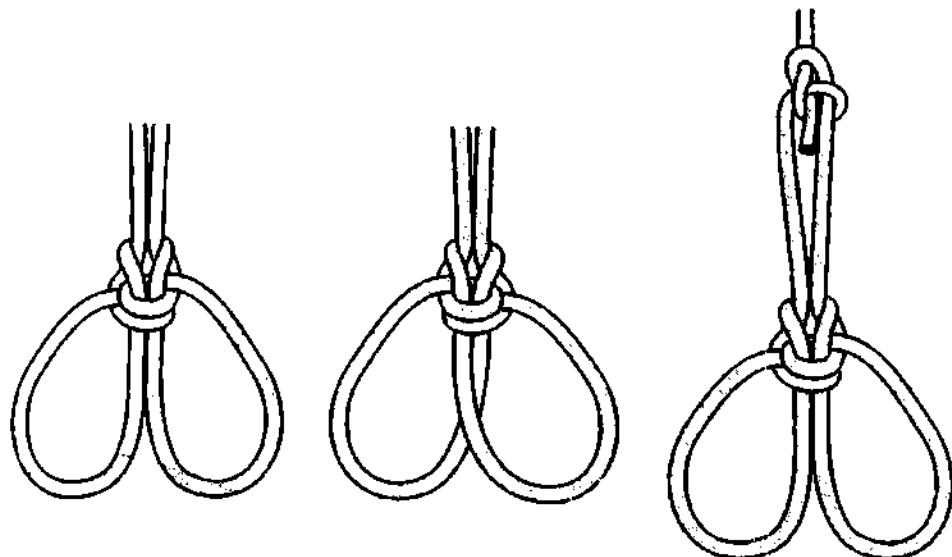

Рис. 476. Ассиметричный булинь.
**Ассиметричный булинь** – это двойная петля, сформированная из двух калышек-полуштыков. Узел перед использованием необходимо расправить и затянуть. Как бы ни затянулся узел, он всегда при желании легко развязывается. Петли у **ассиметричного узла** снизу могут быть перекрещены или нет (рис. 476).